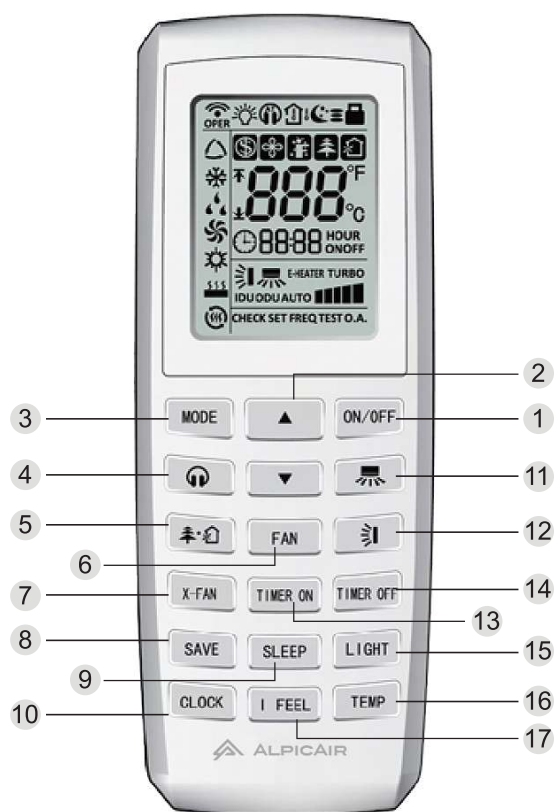

Рис. 8.20
8.7.6.1. Инфракрасный пульт управления YV1L1 (рис. 8.20)